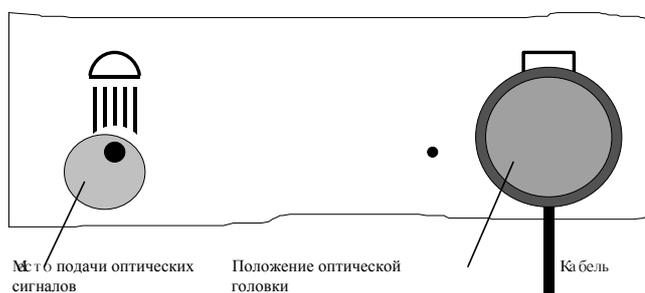

Рис.7.
- оптическую головку внешнего терминала приложить к соединительной части интерфейса счетчика, а его гнездо соединить с гнездом COM1 или COM2 персонального компьютера (см. Рис. 7);